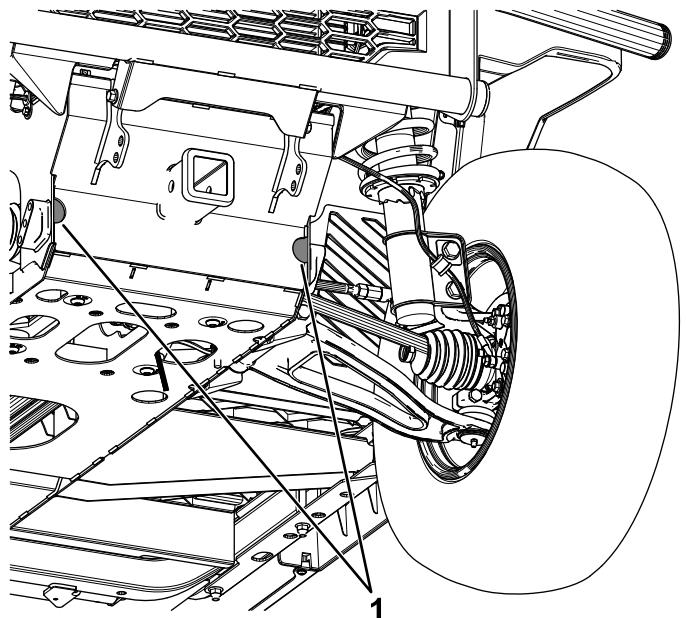
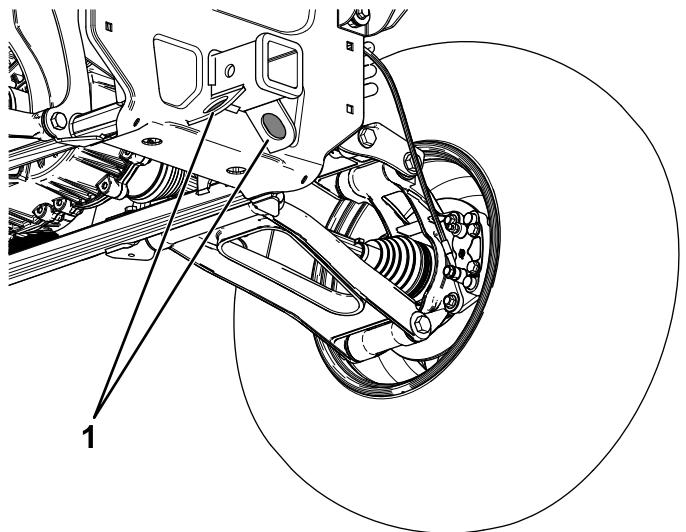

Bild 87
Bild 88
In Bild 87 und Bild 88 finden Sie die Vergurtungsstellen der Maschine.
1. Befestigen Sie ein Abschleppseil an der Anhängerkupplung vorne am Maschinenrahmen (Bild 87).